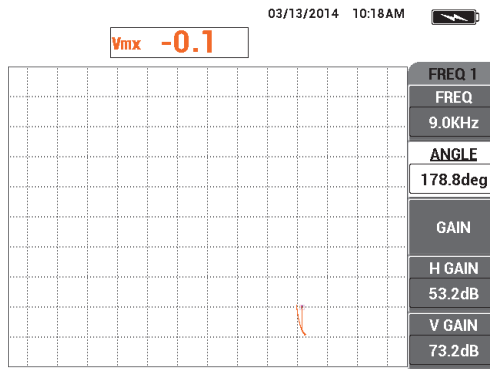

Abbildung 5-130 Einstellen von WINKEL
29. Beim festem Drücken der Sonde auf die Visitenkarte, drücken Sie die Direktzugriffstaste B, um **WINKEL** einzustellen bis das gemixte Signal (orange) die gleiche vertikale Höhe erreicht, wie der Nullpunkt (siehe Abbildung 5-130 auf Seite 235).